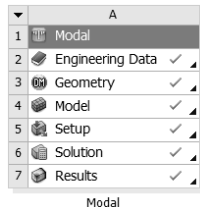

图 6-98 项目分析完成
Step1：单击 Mechanical 界面右上角的 按钮，退出 Mechanical，返回 Workbench 主界面。此时，主界面的项目管理区中显示的分析项目均已完成，如图 6-98 所示。